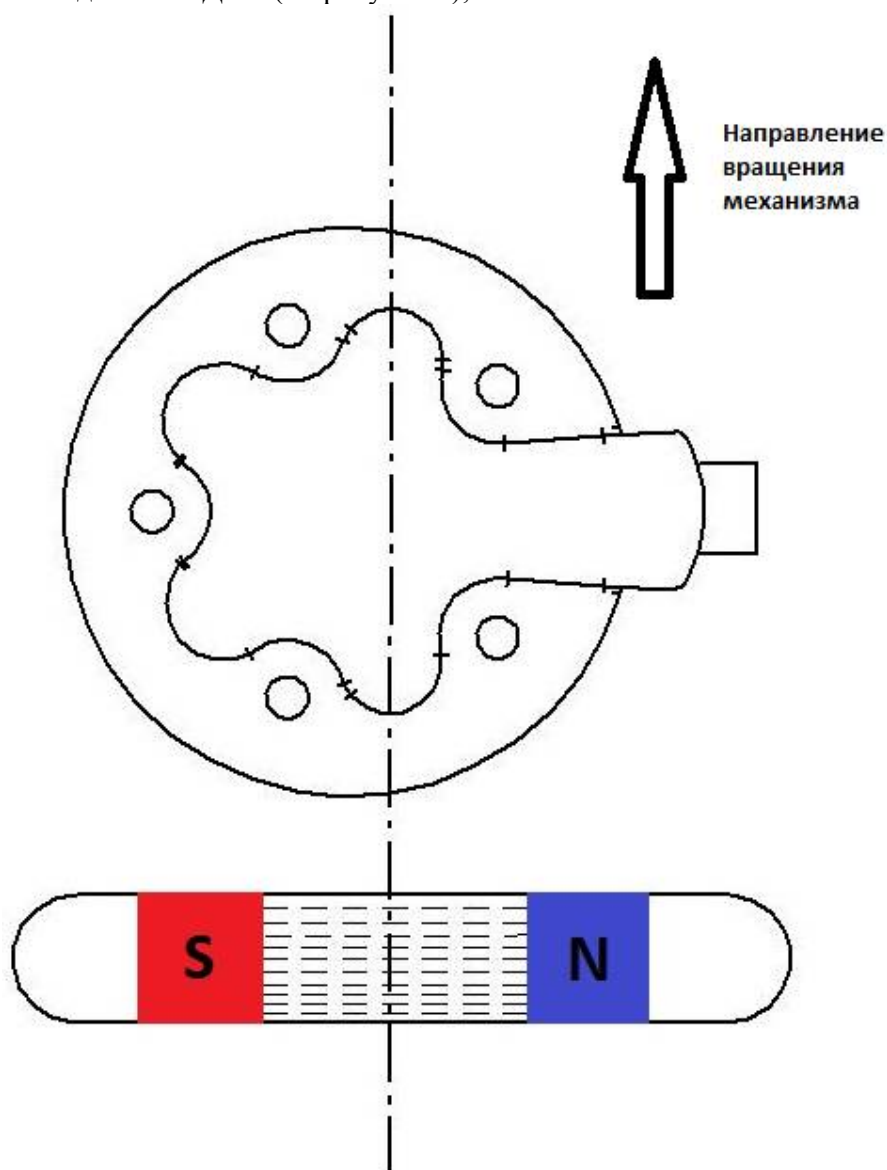

Рис. 3.
- 3) Необходимо строго следить, чтобы при монтаже магнитной метки плоскость магнитного поля была перпендикулярна оси вращения механизма и перпендикулярна оси магнитных датчиков ДРМ (см рисунок 3);